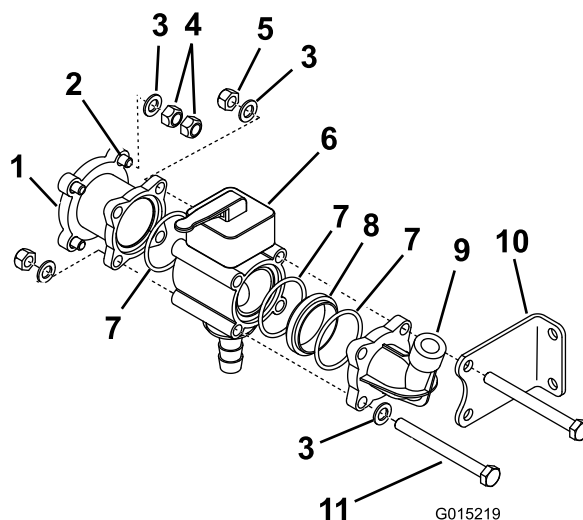

Figura 7
9. Fate scorrere le rondelle sulle aste che non vanno inserite attraverso la staffa di montaggio sinistra e montate un dado di bloccaggio sull'estremità sinistra di ciascuna asta (Figura 7).
10. Prendete il riduttore dalla confezione delle parti sciolte e montatelo sulle aste filettate (Figura 7).
11. Montate una rondella e 2 controdadi sul lato destro di ciascuna delle 4 aste filettate per fissare il riduttore al gruppo valvole di bypass della barra (Figura 7).
13. Preassemblate il gruppo collettore della valvola manuale utilizzando la valvola manuale, un O-ring, un riduttore dalle parti sciolte, un O-ring e il tappo con raccordo a gomito precedentemente tolto (Figura 7).
14. Inserite le rondelle e i bulloni sui 2 fori frontali (lontano dalla staffa di montaggio) del collettore della valvola manuale preassemblato per fissarlo (Figura 7).
15. Montate il gruppo valvola manuale con 2 delle rondelle e dei bulloni necessari e montate, senza serrare, una rondella e un dado di bloccaggio sull'altra estremità di ciascuna asta (Figura 7).